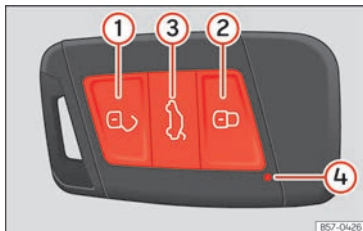

Abb. 43 Fahrzeugschlüssel für das Fahrzeug.
Durch kurzes Drücken einer Taste auf dem Fahrzeugschlüssel blinkt die Kontrollleuchte ④ » (Abb. 43) einmal kurz, bei längerem Drücken blinkt diese jedoch mehrere Male, z. B. beim Komfortöffnen.